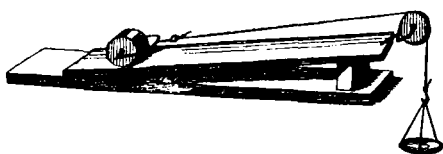

Рис. 171. Наклонная плоскость.
4. Наклонная плоскость (рис. 171).